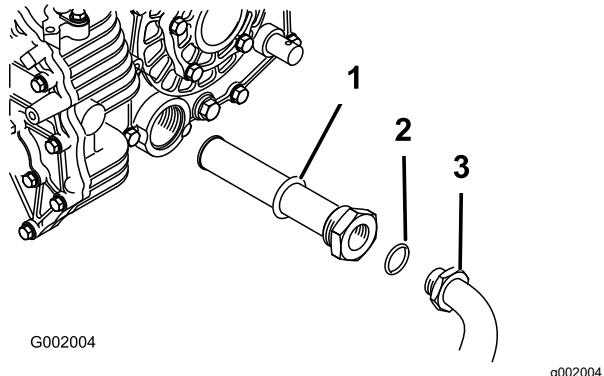

Figure 56
- 5. Déposez le flexible hydraulique et le raccord à 90° (Figure 56).